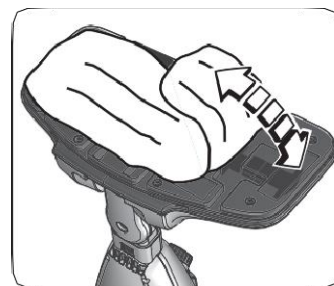

Fig. 5
- Ruotare la manopola di regolazione del vapore (J) su "O".
- Staccare il panno lavabile (1) dagli appositi velcri (L) posti sotto alla testa vapore (Fig. 5).
- 4 Staccare il panno lavabile (1) dagli appositi velcri (L) posti sotto alla testa vapore (Fig. 5).